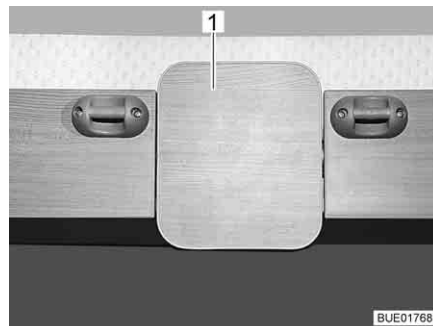
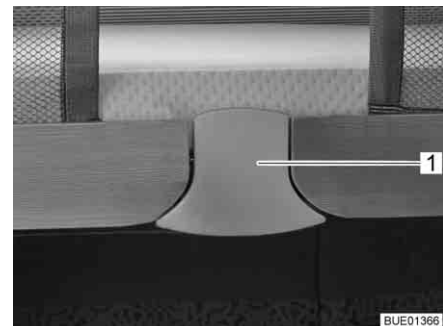

Bild 86 Entriegelung (Premio Plus)
Bild 87 Entriegelung (Averso Plus)
- Entriegelungsfläche (Bild 86,1 bzw. Bild 87,1) unten herausziehen. Die Verriegelung ist gelöst.